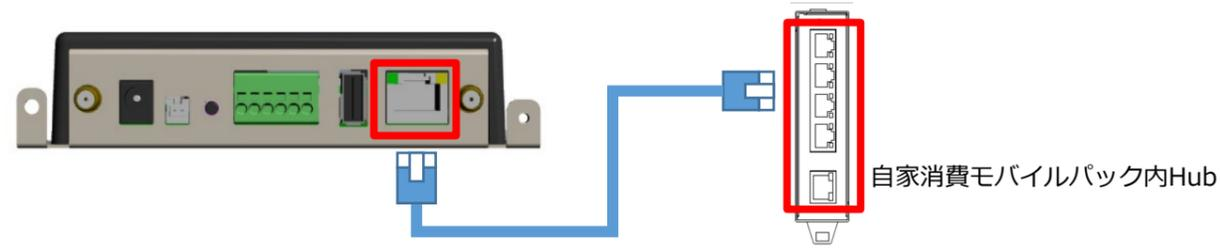

図10 ELセンサと自家消費モバイルパック内HubのLAN接続図
(1) ELセンサ背面のLANポートと、自家消費モバイルパック内に設置されているHubの空いているLANポートとを、LANケーブルで接続する。(図10)